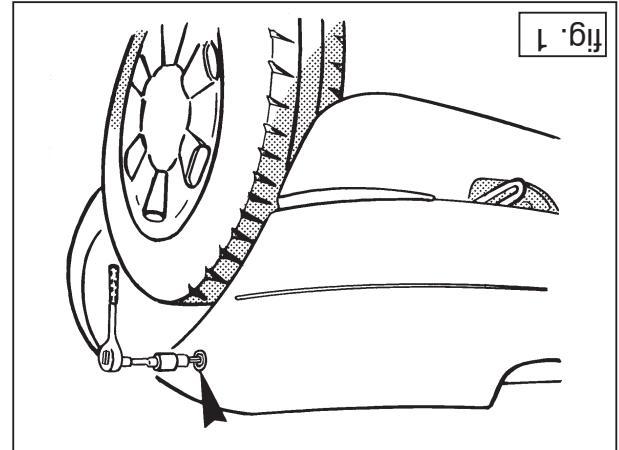
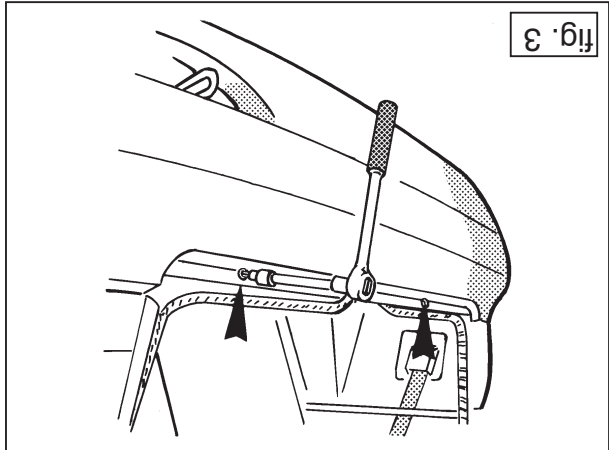

fig. 1
fig. 3
1. Demonteer de bumper overeenkomstig fig.1 t/m fig.3. Neem de kentekenplaatverlichting in het midden van de bumper los.
1. Remove the bumper, as shown in figs 1 to 3. Undo the number plate light in the middle of the bumper.
1. Die Stoßstange entsprechend Fig.1 bis Fig.3 demontieren. Die Nummernschildbeleuchtung in der Mitte der Stoßstange entfernen.
- Démonter le pare-chocs conformément aux fig. 1 à 3. Détacher le dispositif d'éclairage de la plaque d'immatriculation au milieu du pare-chocs.